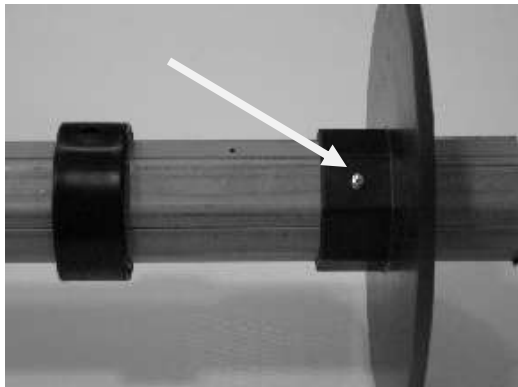
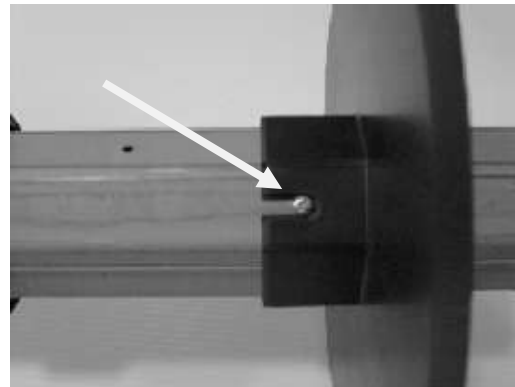

Figure 14
Figure 15
- c) Positionner et fixer les flasques de guidage à l'aide de 2 vis autoforeuses de façon à assurer un guidage des lames sans serrage. Attention, il faut impérativement visser directement à travers le flasque (fig. 14) et non dans la gorge de celui-ci (fig. 15) sous peine d'endommager le tube du moteur.
- d) Remonter le tablier jusqu'à l'arrêt et régler le fin de course haut du moteur jusqu'à ouverture totale. Le fin de course haut est repéré sur la figure 14 dans le cas d'un moteur à droite ou sur la figure 15 dans le cas d'un moteur à gauche.